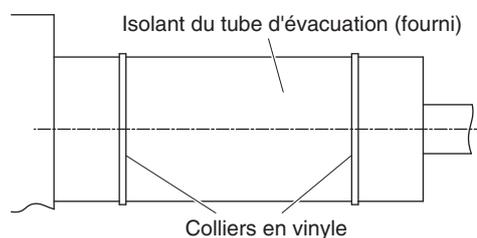

Fig. 3-38
(2) Une fois l'évacuation contrôlée, enroulez l'isolant fournis autour du tube d'évacuation des condensats. (Fig. 3-38)